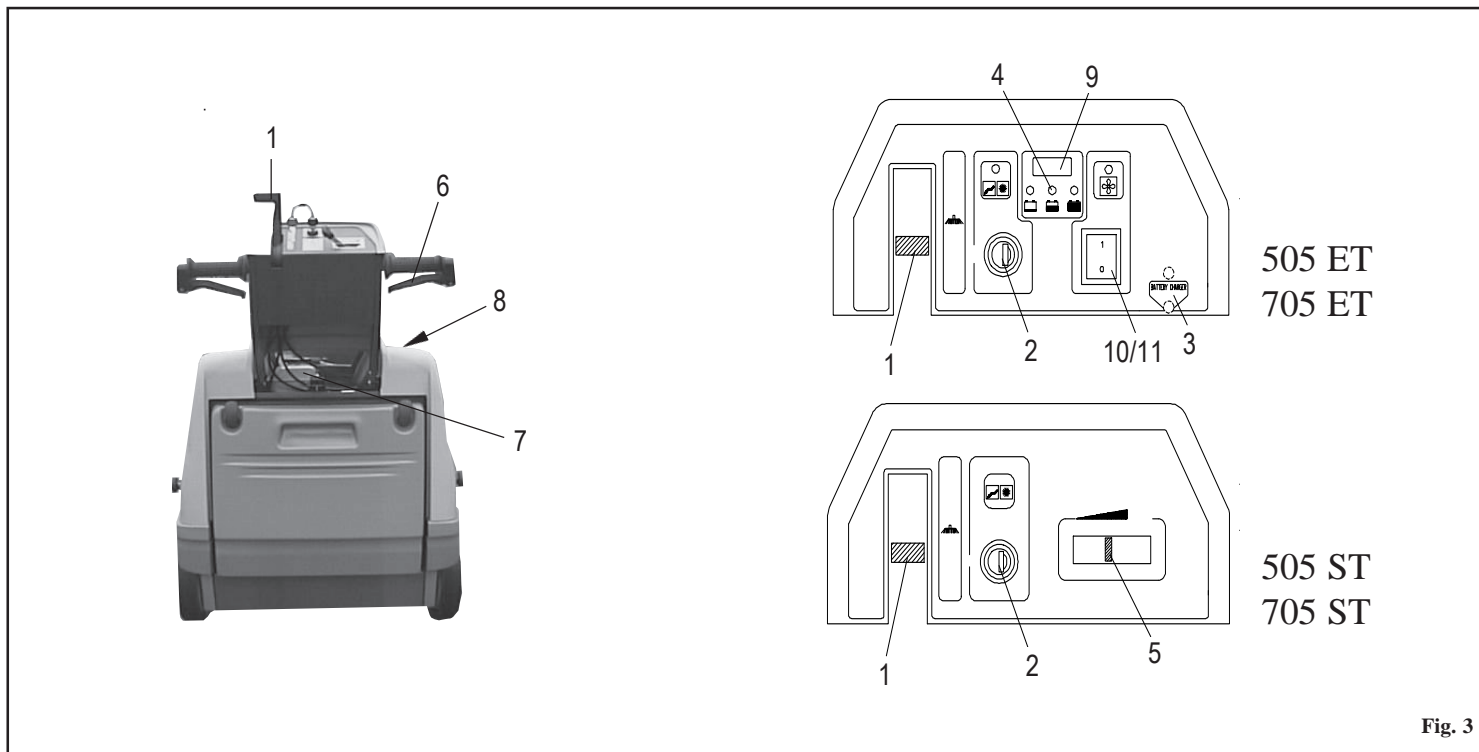

Fig. 3
- Sett spaken som hever børsten i **pos. 1 Fig. 3** i posisjonen **OFF**.
Sjekk oljenivået på motoren. Fyll opp drivstofftanken med **BLYFRI BENSIN**. Kontroller at bryteren **pos. 9 Fig. 5** på motoren, er i posisjonen **OFF** slik at det blir mulig å bruke startnøkkelen **pos. 2 Fig. 3** på dashbordet. For ytterligere informasjon om motoren bør man konsultere den spesifikke håndboken for motoren.
- Sjekk at sidebørsten **pos. 1 Fig. 3** er i posisjonen **OFF**.
- Vri startnøkkelen til **ON pos. 2 Fig. 3**.
Kontroller ved hjelp av varsellampen **pos. 4 Fig. 3**, at batteriet er fullstendig oppladet før man begynner arbeidet, dersom det ikke er det, må det først lades opp.
- Trekk i kjørespaken **pos. 6 Fig. 3** og start rengjøringen.
Om nødvendig bruker man spaken **pos. 1 Fig. 3** og setter den i posisjonen **ON** for å sette i gang børsten.
- Sjekk at sidebørsten **pos. 1 fig. 3** er i posisjonen **OFF**.
- Sett gasspaken i **pos. 5 fig. 3** i posisjonen **START**.
- Vri nøkkelen til **pos. 2 fig. 3** i posisjonen **ON**.
- Trykk inn gasspaken, **pos. 5 fig. 3** og reguler gassen etter det driftbehov man har.
- Ved avslutning av jobben, må man sette sidebørsten, **pos. 1 Fig. 3** i posisjonen **OFF**.
Sett gasspaken i posisjonen **START**, og slå av maskinen ved å vri startnøkkelen, **pos. 2 fig. 3** i posisjonen **OFF**. Lukk bensinkranen, **pos. 3 fig. 4**.
- Kople til kontakten, **pos. 3 fig. 3** til en batterilader med styrken **12V 10A**.